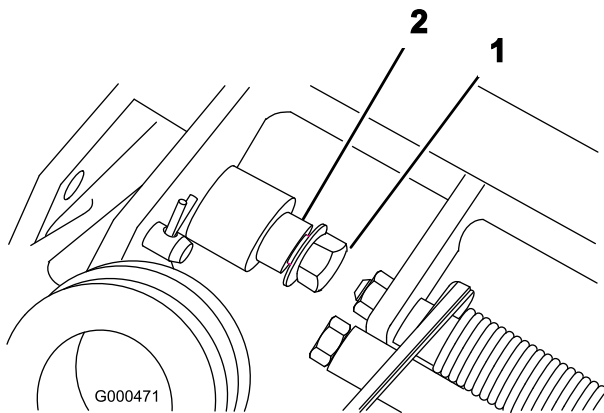

Figure 8
- Retirez le contre-écrou à embase du boulon et de l'axe de pivot de chaque côté de la machine (Figure 8).